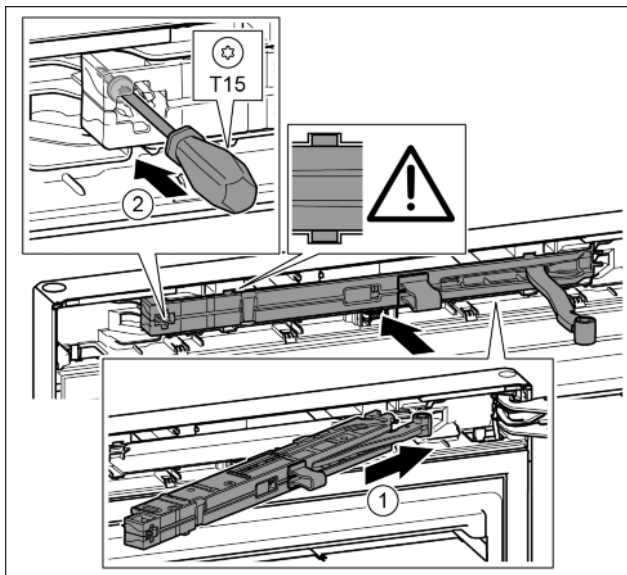

Fig. 48
- ▶ A csapágybak oldaláról ferdén, ütközésig tolja be a zárás-csillapító egységet a mélyedésbe. Fig. 48 (1)
- ▶ Húzza meg a csavart egy T15 csavarhúzóval. Fig. 48 (2)